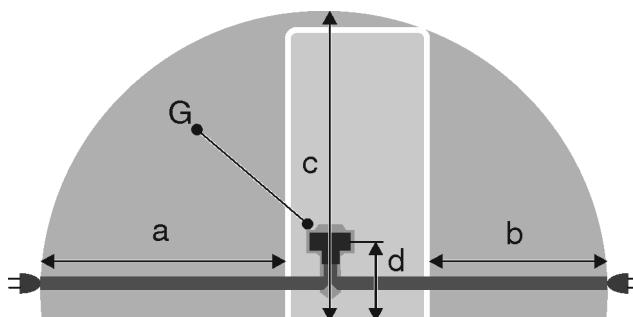

Fig. 52
- Steckdose liegt außerhalb des Geräterückseitenbereichs im gegebenen Bereich Fig. 52 (a, b, c).
- Gerätestecker Fig. 52 (G) auf der Rückseite des Gerätes einstecken. Auf richtiges Einrasten achten.